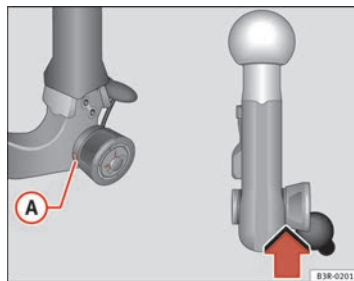

Fig. 168 Dispositivo desmontable para remolque: Comprobación de seguridad
- Compruebe si la marca verde **(A)** ⇒ página 217, fig. 168 de la rueda moleteada se encuentra en la zona negra de la rótula.